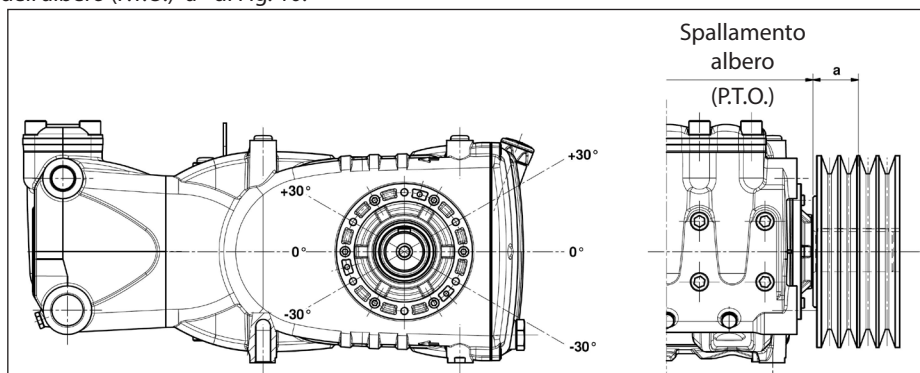

Fig. 10
La trasmissione è considerata adeguata se tale carico è applicato ad una distanza massima $a=40$ mm dallo spallamento dell'albero (P.T.O.) come indicato in Fig. 10.
- b) Utilizzare cinghie ad alto rendimento - per esempio **XPB** invece di **SPB** - in quanto risulterà necessaria una quantità inferiore di cinghie a parità di potenza trasmessa ed una conseguente distanza inferiore della risultante rispetto allo spallamento dell'albero (P.T.O.) "a" di Fig. 10.